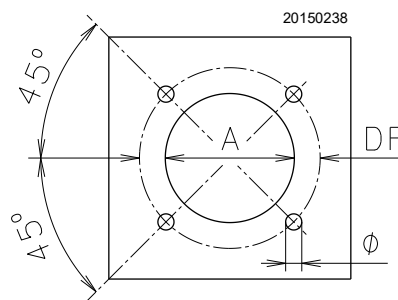

Рис. 13
Просверлите отверстия в плите, закрывающей камеру сгорания, как показано на Рис. 13 (Табл. М). Положение резьбовых отверстий можно разметить с помощью теплового экрана из комплекта горелки.
- Вставьте горелку в ранее подготовленное отверстие котла (Рис. 13) и закрепите ее при помощи винтов из комплекта поставки.